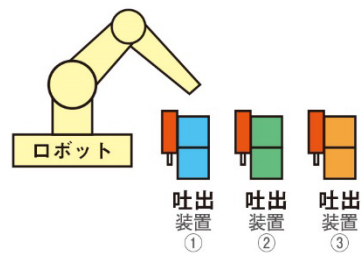

図9 複数の吐出装置を交換
- ② 異なる移送液が入った複数の吐出装置を交換して使い分ける（図9）。